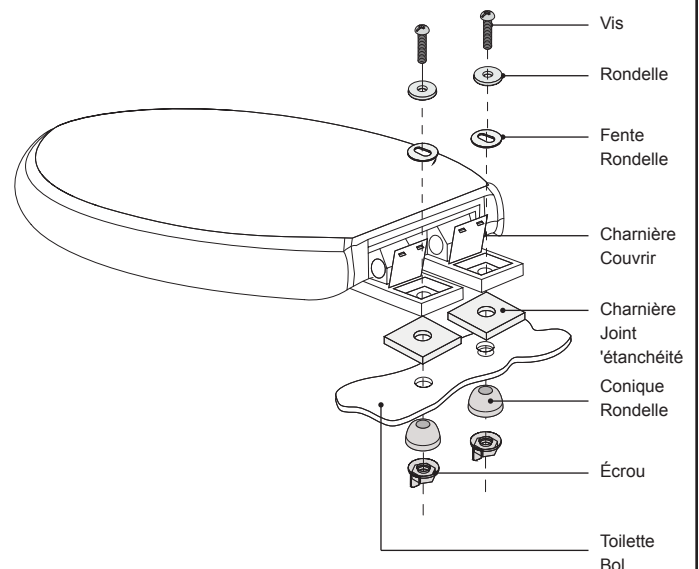

Figure 15
- ❶ Retirer délicatement l'ancien siège (s'il ya lieu).
- ❷ Installez le siège des toilettes sur le bol en céramique (comme illustré à droite) en utilisant le matériel fourni.
- ❸ Centrer le siège des toilettes sur la cuvette en céramique, puis serrer chaque vis de montage avec un tournevis à tête fendue (Figure 15).
- ❹ Snap couvre-charnières bas sur les vis de montage pour terminer l'installation.